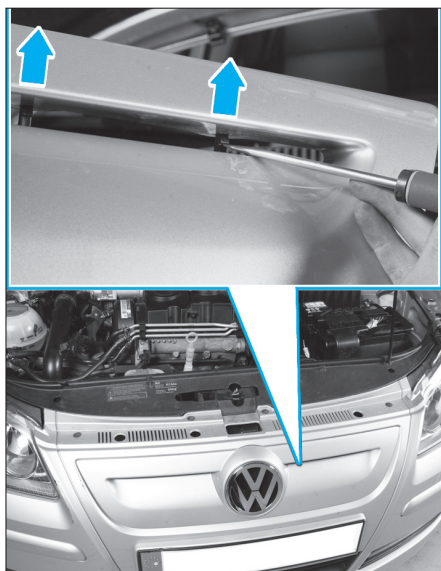

Fig. 2
- A l'aide d'un tournevis fin, déverrouiller les 4 crochets de maintien comme illustré (Fig.2).